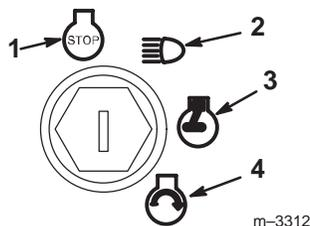

Bild 13
- Drehen Sie den Zündschlüssel im Uhrzeigersinn und halten ihn auf Start (Bild 13).
- Drehen Sie den Zündschlüssel auf AUS (Bild 13).